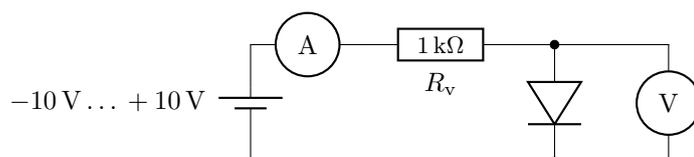

Abbildung 4: Schaltung zur Aufnahme der $I(U)$ -Kennlinie einer Diode ($R_v = 1\text{ k}\Omega$ beachten!).
1. Bauen Sie die Schaltung in Abb. 4 auf. Bestimmen Sie die $I(U)$ -Kennlinie einer Si-Diode sowie einer Ge-Diode. Variieren Sie dabei die Eingangsspannung von -10 V bis $+10\text{ V}$. Messen Sie den Strom, der durch die Diode fließt, sowie die an ihr abfallende Spannung. Stellen Sie die Kennlinien graphisch dar und zeichnen Sie charakteristische Größen ein.